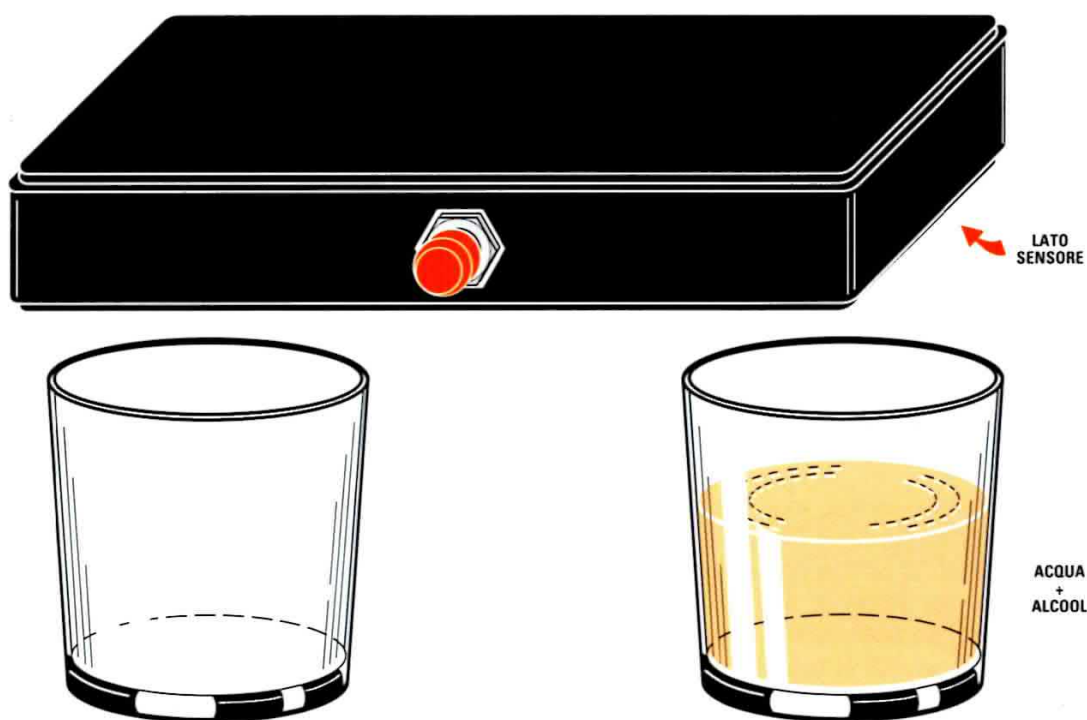

Fig.11 Per appurare se l'Etilometro rileva la presenza di alcool, prendete due bicchieri allo scopo di mantenere in equilibrio il mobiletto.
– Prendete due bicchieri e affiancateli come visibili in fig.11. Nel bicchiere di destra versate dell'acqua fino a riempirlo per circa **3/4**. I due bicchieri sono necessari per mantenere in equilibrio il mobiletto dell'**Etilometro**.